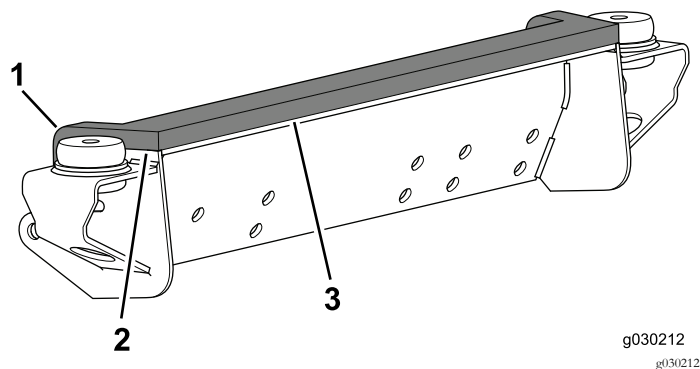

Bild 5
1. Bringen Sie die Dichtung so an der Befestigung an, dass sie bündig mit den seitlichen und vorderen Kanten der vorderen Befestigung ist (Bild 5).
2. Falten Sie die seitlichen Nasen über die Rückseite der Befestigung (Bild 5).